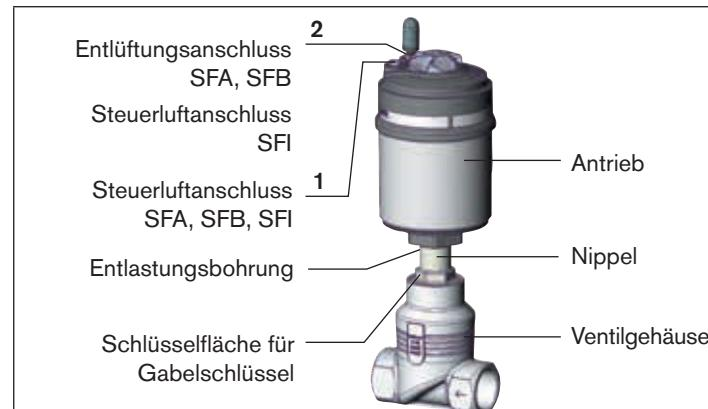

Bild 23: Teilebezeichnung
- Bei **Steuerfunktion A und I** den Steuerluftanschluss 1 mit 6 ... 8 bar beaufschlagen (siehe „Bild 23: Teilebezeichnung“).
- Bei **Steuerfunktion B** den Steuerluftanschluss 2 mit 6 ... 8 bar beaufschlagen (siehe „Bild 23: Teilebezeichnung“).